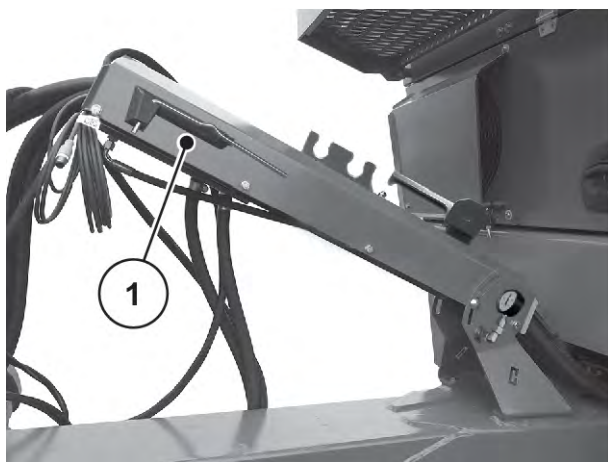

Fig. 67: Poziția manetei de reglare
- ▶ Plasați înapoi maneta de reglare pe suportul prevăzut. A se vedea *Fig. 67 Poziția manetei de reglare*